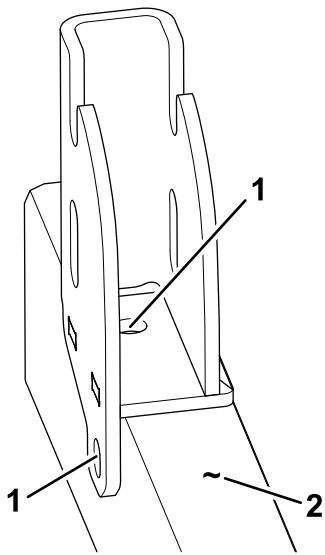

Figura 3
2. Utilizzando la staffa della maniglia per trazione assistita come modello, marcate la posizione dei fori sulla guida del telaio (Figura 3).
3. Praticate i fori nei punti indicati utilizzando una punta per trapano da 9/32", come illustrato nella Figura 3.